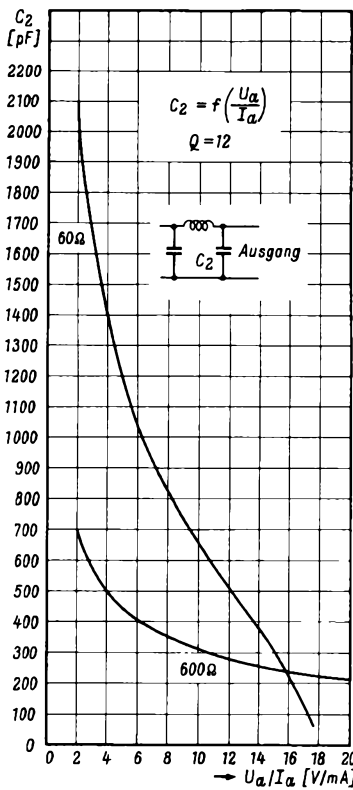
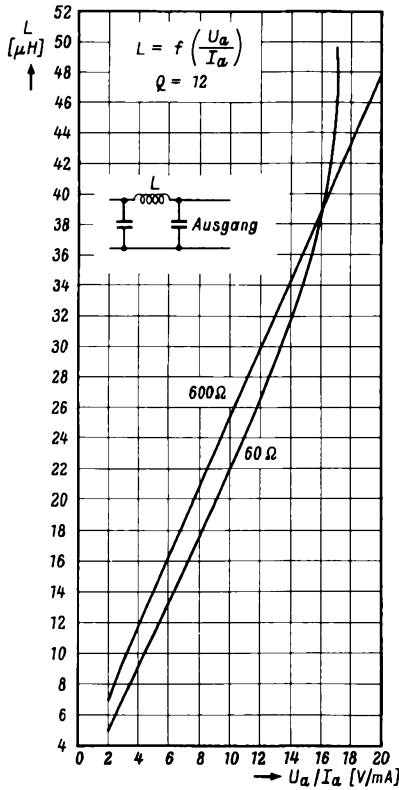
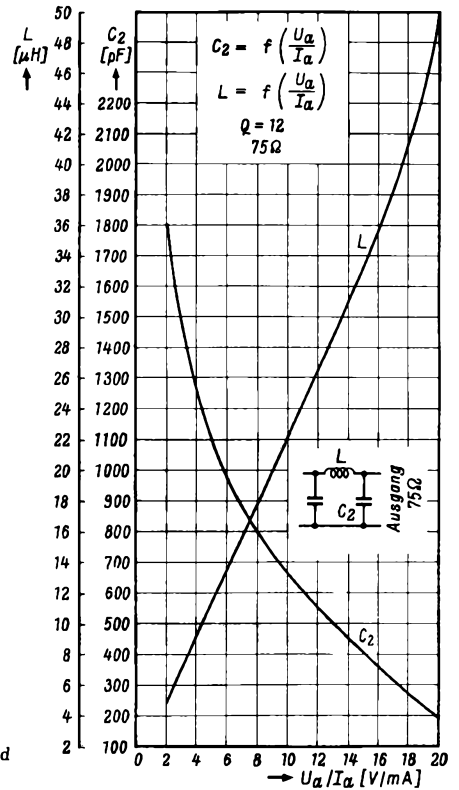
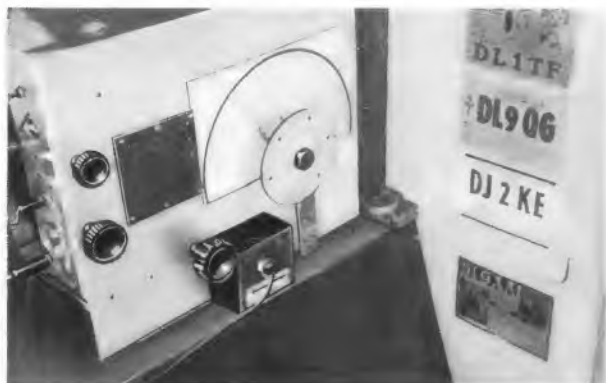

Bild 2. Bemessung des Ausgangskondensators  $C_2$  für 60  $\Omega$  und 600  $\Omega$  Antennenanpassung
Bild 3. Bemessung der Filterspule  $L$  für 60  $\Omega$  und 600  $\Omega$  Antennenanpassung
Bild 4. Die Werte für  $L$  und  $C_2$  bei einer 75- $\Omega$ -Antenne
Bild 1. Die Feinabstimm-Skala im Betrieb
Frage kommen. Im einzelnen stellen die Kurven folgende Beziehungen dar: Bild 1 dient zur Bemessung des Eingangskondensators  $C_1$  in Abhängigkeit vom Zahlenwert  $U_a/I_a$ . Bild 2 enthält die Kurven für  $C_2$  bei Ausgangsanpassungen von 60  $\Omega$  und 600  $\Omega$ . Bild 3 zeigt die entsprechenden Bemessungswerte für die Längsspule  $L$  bei 60  $\Omega$  und 600  $\Omega$  und Bild 4 bringt die Angaben für  $L$  und  $C_2$  bei einem 75- $\Omega$ -Ausgang.
Das Verhältnis von Anodenspannung zu Anodenstrom beträgt 250 : 50 = 5. Aus der Kurve Bild 1 ergibt sich bei diesem Verhältnis für  $C_1$  ein Wert von rund 220 pF. Für eine 600- $\Omega$ -Anpassung entnimmt man für  $U_a/I_a = 5$  aus Bild 2 für den Kondensator  $C_2$  einen Wert von rund 440 pF und aus Bild 3 für  $L$  (bei 600  $\Omega$ ) einen Wert von 14,2  $\mu$ H. Diese Werte gelten für eine Betriebsfrequenz von  $f = 3,5$  MHz.
z. B. ein Amateurband, das auf der oberen Skala nur 5° ausmacht, auf der Feinabstimm-Skala auf 25° gespreizt werden. Bild 1 zeigt eine Ansicht des Empfängers mit dieser Skala. So lassen sich auch einfache Geräte mit wenig Mitteln bedeutend verbessern. Jan-W. Depdolla